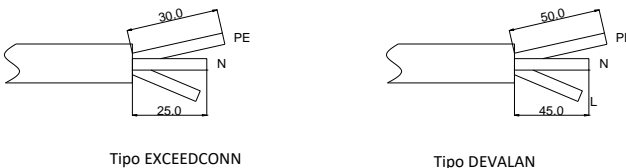

FIG. 7-7 Ajuste la longitud del cable
- 1) Pele la cubierta del cable y luego ajuste la longitud relativa de los cables L, N y PE, para que la longitud del cable PE sea al menos 5 mm más larga que los cables L y N, según la FIG. 7-7.